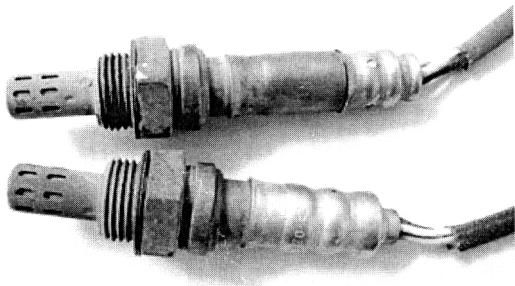

图 5-64 氧传感器实物
**学习提示：**从排气管上拆下氧传感器，检查传感器外壳上的通气孔有无堵塞，陶瓷芯有无破损。如有破损，则应更换氧传感器。如图 5-64 所示，通过观察氧传感器顶尖部位的颜色判断其故障。